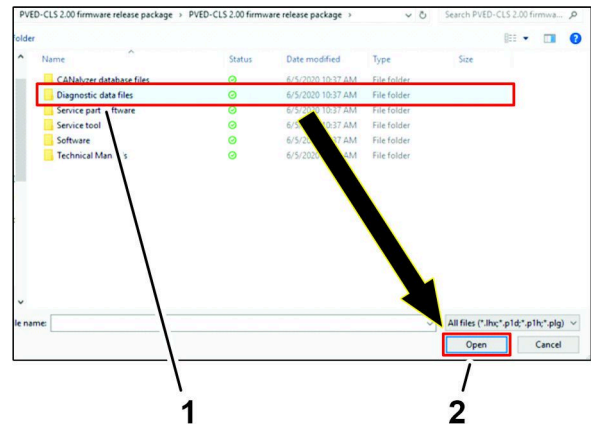

Figura 50
- Haga clic en la carpeta Diagnostic data files, y haga clic en el icono OPEN (Abrir) (Figura 50).